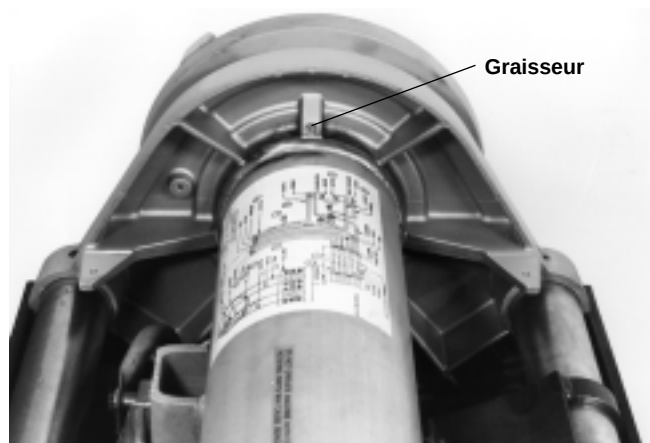

Figure 31 – Graissage des paliers principaux de l'arbre
2. Servez-vous d'une pompe à graisse pour lubrifier le roulement de l'arbre (Figure 31). Lubrifiez les graisseurs à intervalles de 2 à 6 mois selon l'utilisation de la machine.